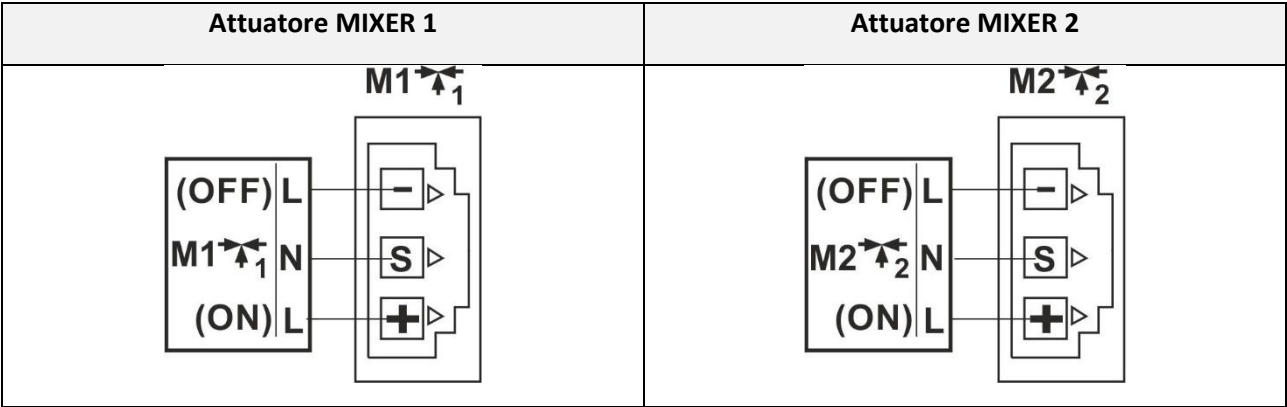

Figura 23. Schema elettrico del collegamento degli attuatori MIXER
- Collegare l'attuatore del MIX al regolatore tramite il connettore situato sul lato sinistro del quadro (vedi figura 23), secondo la documentazione tecnica del produttore dell'attuatore. Fare attenzione a identificare correttamente i conduttori per l'apertura e la chiusura della valvola.